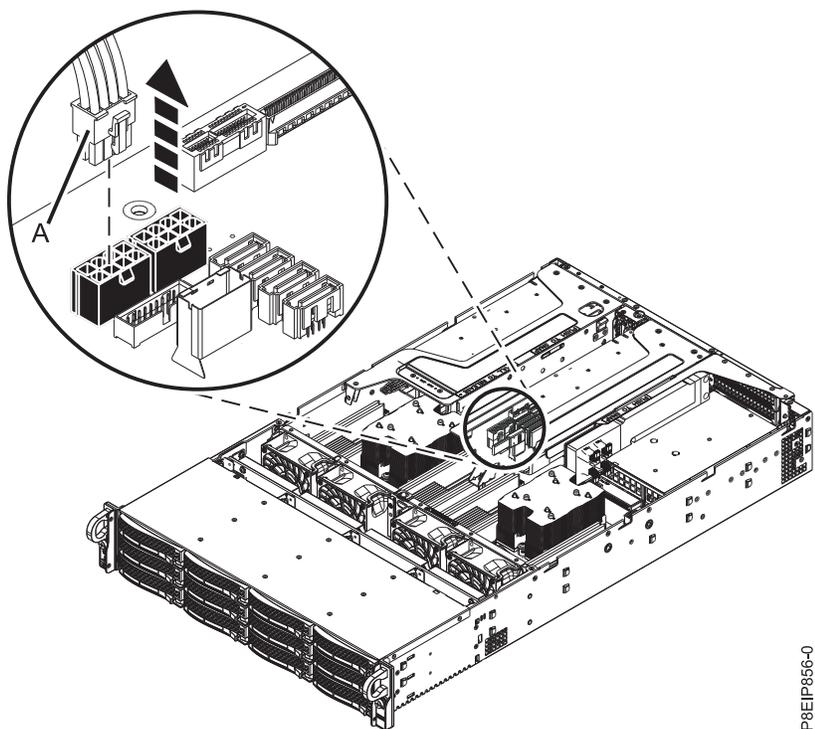

Figura 62. Desconexión del cable de alimentación de GPU
- c. Si la tarjeta de expansión contiene una GPU, desconecte el cable de alimentación de GPU **(A)** de la placa posterior del sistema, como se muestra en la Figura 62. Utilizando el pulgar, presione el mecanismo de cierre en el conector para quitar el cable.